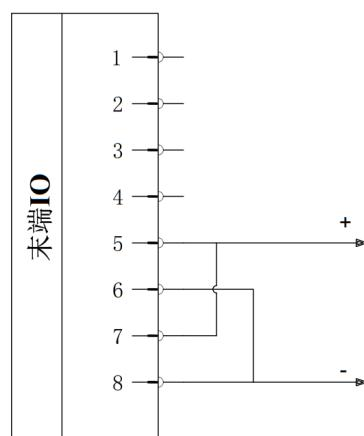

图 6-28 双针模式 2 接线
- 2) 接线方法：如图 6-28，将电源线（5 灰色）与 TI1/TO1/PWR1 线（7 蓝色）连接，接地线（8 红色）与 TI0/TO0/GND1 线（6 粉红色）连接。